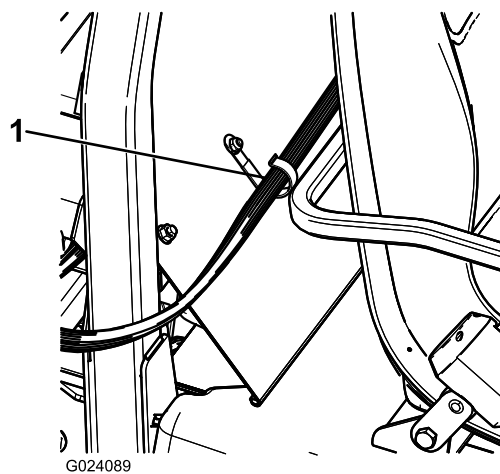

Figura 17
5. Monte um grampo em forma de J por detrás do banco do passageiro utilizando um parafuso ($\frac{1}{4}$ pol. x $\frac{1}{2}$ pol.) e uma porca ($\frac{1}{4}$ pol.) (**Figura 17**).